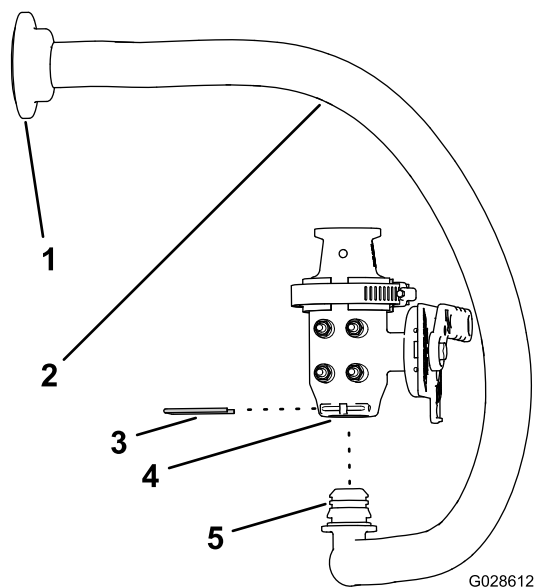

Рисунок 18
3. Установите прямоугольное колено шланга подачи эдуктора в нижнее отверстие клапана эдуктора (Рисунок 18).
4. Прикрепите колено к клапану с помощью держателя (Рисунок 18).